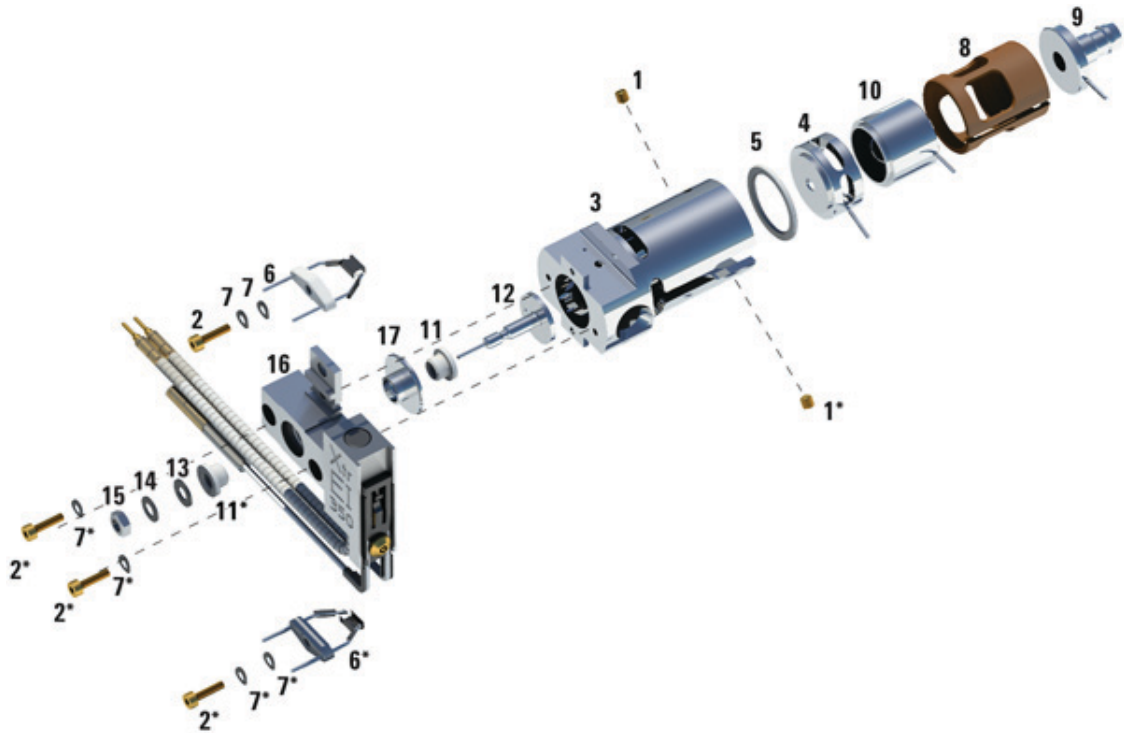

Figure 68. Montage de la source EI XTR
Se reporter à la vue éclatée des pièces **Figure 68** et à la liste des pièces de la source EI XTR **Tableau 23** page 230 en suivant cette procédure.
- 3 Insérer la lentille d'entrée et la lentille de focalisation d'ions dans l'isolant dans l'ordre indiqué dans la **Figure 68** page 230.
Tableau 23 Liste des pièces de la source EI XTR (Figure 68)
Tableau 23 Liste des pièces de la source EI XTR (Figure 68) (suite)